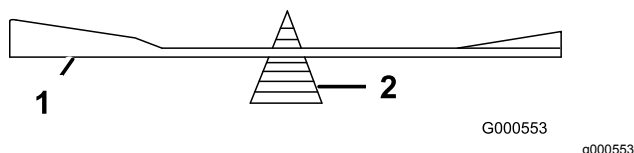

Figura 69
2. Verifique el equilibrio de la cuchilla colocándola sobre un equilibrador de cuchillas (Figura 69).